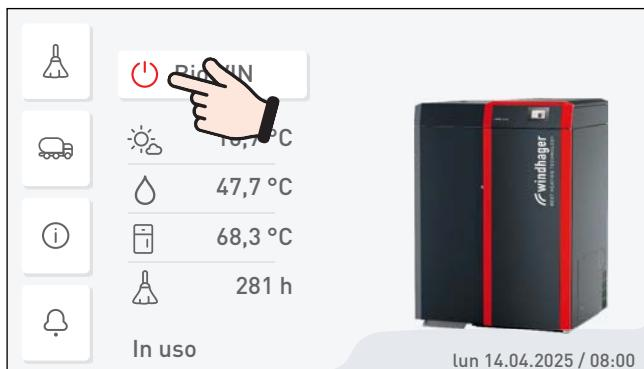

Fig.54 Spegnere caldaia a pellet
- ▶ Spegnere la caldaia a pellet con il tasto ON/OFF su InfoWIN Touch (Fig.54 – vedere anche il manuale d'uso di InfoWIN Touch) e attendere la fine combustione (circa 20 minuti).